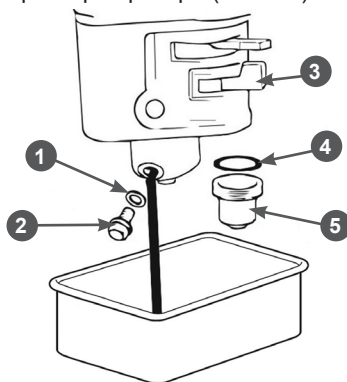

Рис. 24 Обслуживание карбюратора
1. Установите рычаг 3 топливного крана в положение «ЗАКРЫТО» (Рис. 24).
3. Открутите болт 1 сливного отверстия и слейте топливо из поплавковой камеры карбюратора (Рис. 24).
4. Открутите стакан отстойника 5, вылейте из него топливо в заранее подготовленную емкость (Рис. 24).
1. Слейте топливо из топливного бака и карбюратора (Рис. 24).